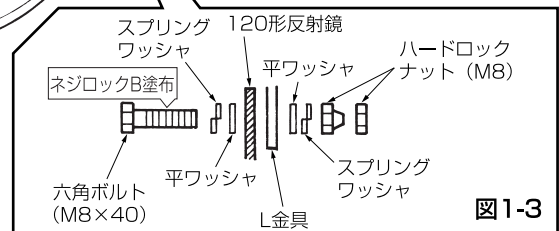

図1-3
- ④ 付属の六角ボルト (M8×40) 4本とスプリングワッシャ (8mm)、平ワッシャ (8mm) を反射鏡外周リブのマウント取付穴と、120形固定マウントの両サイドの反射鏡取付金具のL金具の穴に通して、スプリングワッシャ (8mm)、平ワッシャ (8mm)、ハードロックナット (M8) で仮止めしてください。(図1-3)